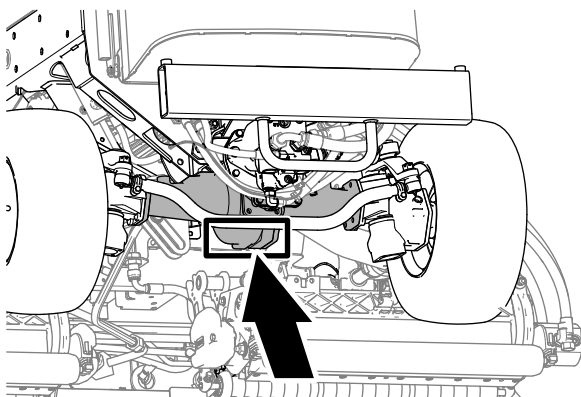

Figure 55
- Arrière de la machine – au centre du pont (Figure 55).